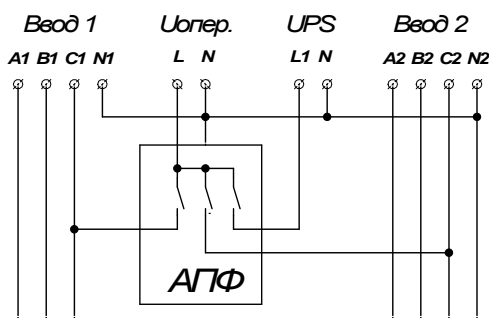

Рис.9 Схема получения оперативного питания с использованием АПФ и UPS
- 5.2.4. Схема получения оперативного питания с использованием автоматического переключателя фаз (АПФ) и UPS. Пример схемы изображен на рис. 9. Это наиболее надежное и эффективное решение.